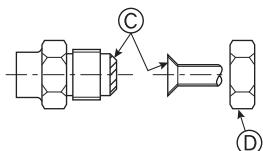

Fig. 4-8
Ⓐ (Fig. 4-8)
Ⓑ (Fig. 4-8)
4.4. Connexion des tuyaux (Fig. 4-8)